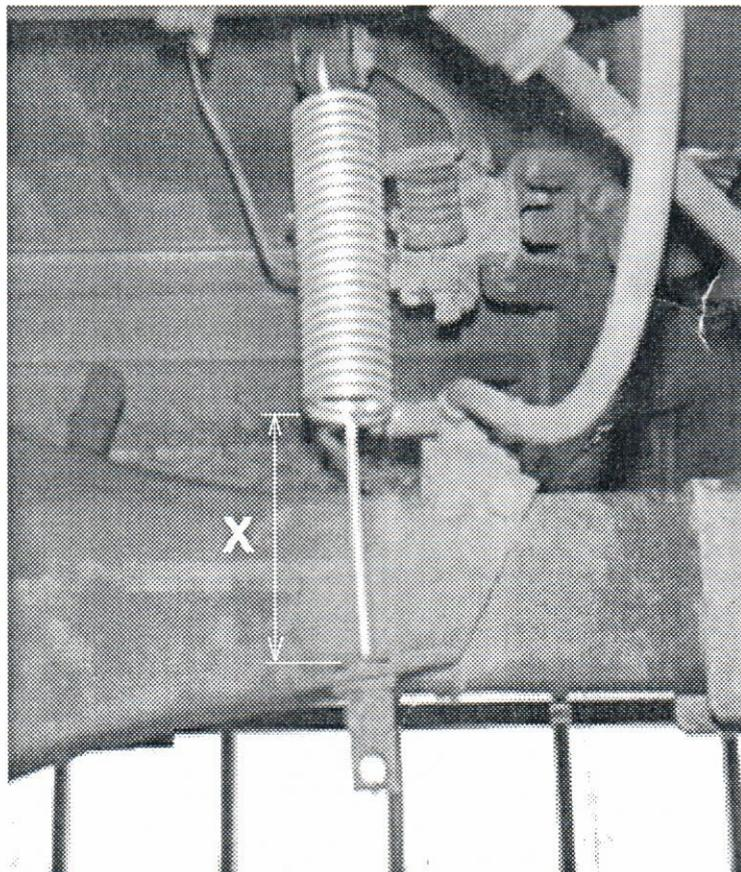

fig.1.
2. Stel de remdrukregelaar af volgens fig.1. $X=101\text{mm}$.
2. Stell die A.L.B. ein laut fig.1. $X=101\text{mm}$.
2. Adjust the load sensing proportional valve according to fig.1. $X=101\text{mm}$.
2. Ajuster le correcteur de freinage suivant fig.1. $X=101\text{mm}$.